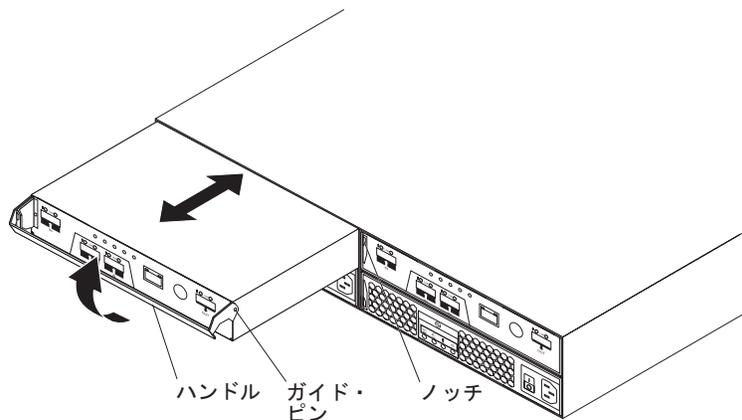

図 38. コントローラーの取り外し
- b. 図 38 のように、ゆっくりハンドルをシャーシから引き離して、コントローラーをベイから取り外します。